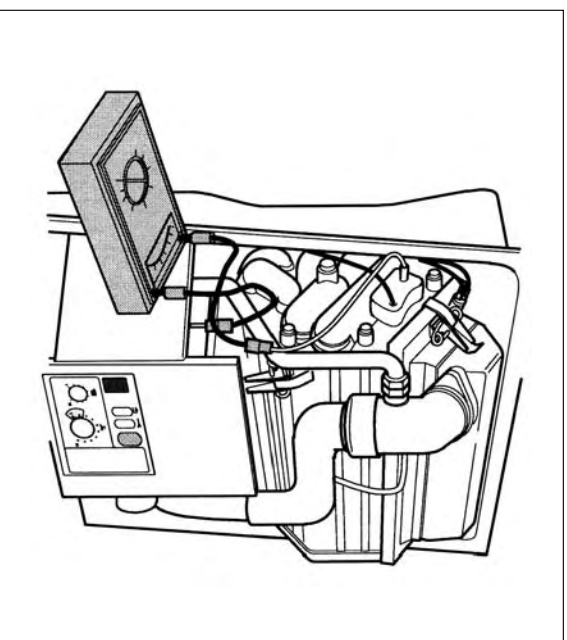

Fig. 33
- inserire i puntali del tester in serie con il connettore (Fig. 33);